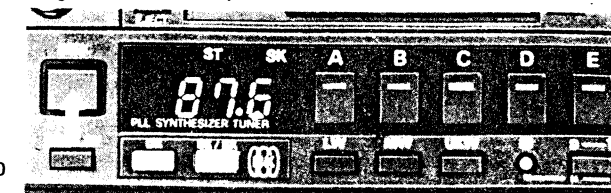

Abb. 10
Nun mittels elektronischem Sendersuchlauf oder manueller Abstimmung die gewünschte Verkehrsfunkstation einstellen. Sobald eine Verkehrsfunkstation eingestellt ist, leuchtet der SK-ANZEIGER ⑬ auf; gleichzeitig wird die Verkehrsfunkstation durch Aufleuchten der auf der entsprechenden GEBIETSBEZEICHNUNGSTASTE ⑮ angeordneten roten Lampe angezeigt. Die nun eingestellte Verkehrsfunkstation wird nun automatisch auf die entsprechende Gebietsbezeichnungstaste vorprogrammiert. (Bei SK/BK-Betrieb arbeitet die SPEICHERTASTE "M" ⑫ nicht.) (Abb. 10)